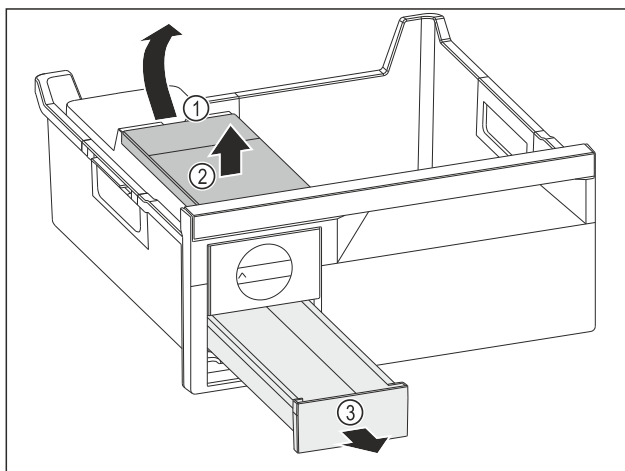

Fig. 140
- Vegye ki a víztartályt: Emelje fel a víztartályt a kivágásnál Fig. 140 (1).
- Vegye ki felfelé a víztartályt Fig. 140 (2).
- Vegye ki a előre felé a jégkocka-fiókot Fig. 140 (3).